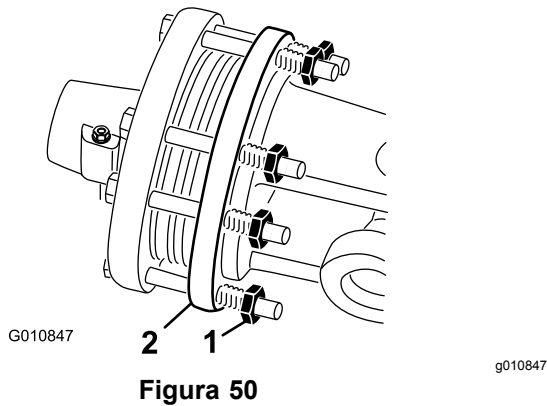

Figura 50
1. Al final de la temporada, desenrosque cada una de las tuercas del embrague 2 vueltas (Figura 50).